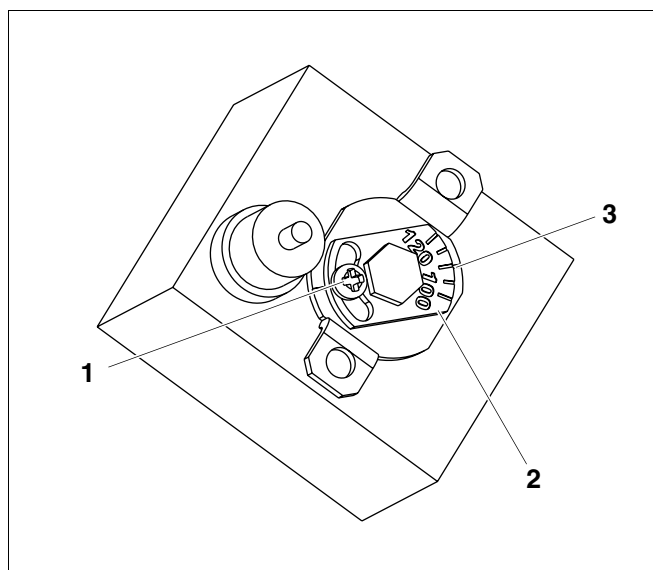

Fig. 3 Variante A
2.2.1 Fig. 3 Variante A
- Allentare la vite (fig. 3, **pos. 1**).
- Posizionare il lamierino con la scala di temperatura (fig. 3, **pos. 2**) sulla tacca di riferimento (fig. 3, **pos. 3**).
- Riavvitare nuovamente la vite (fig. 3, **pos. 1**).